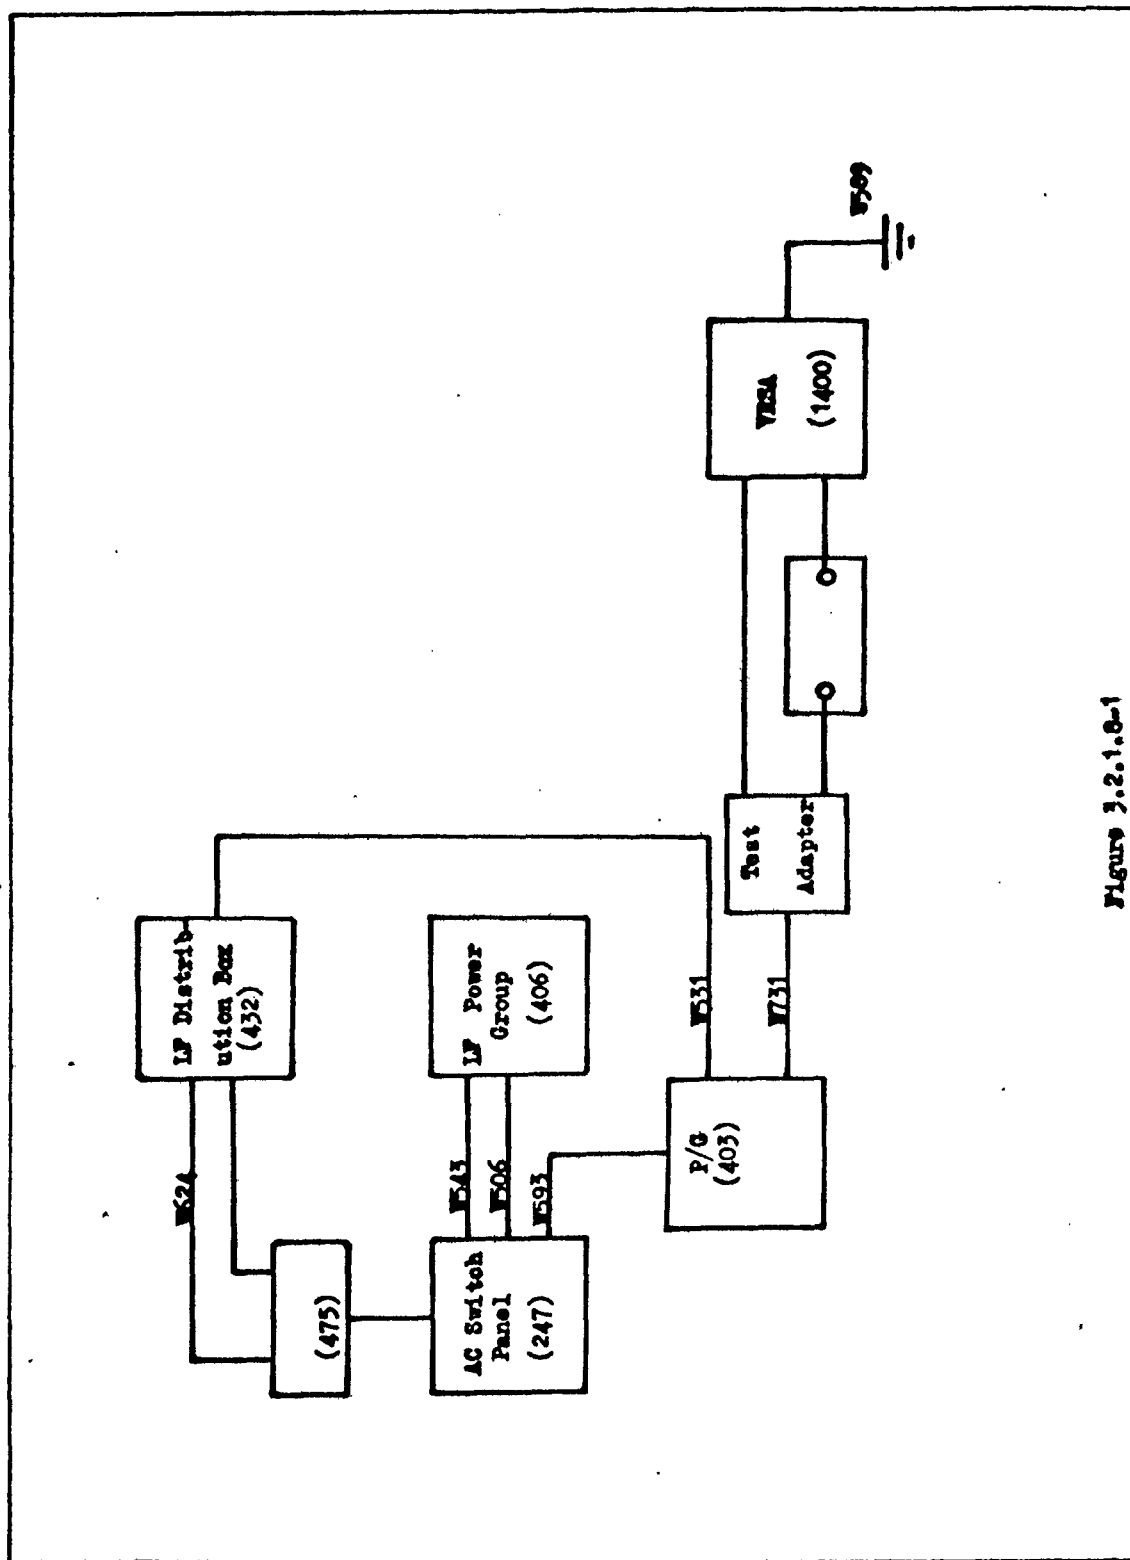

Figure 3.2.1.8-1
3.1 Connect the Alarm Set per Figure 3.2.1.11-1.